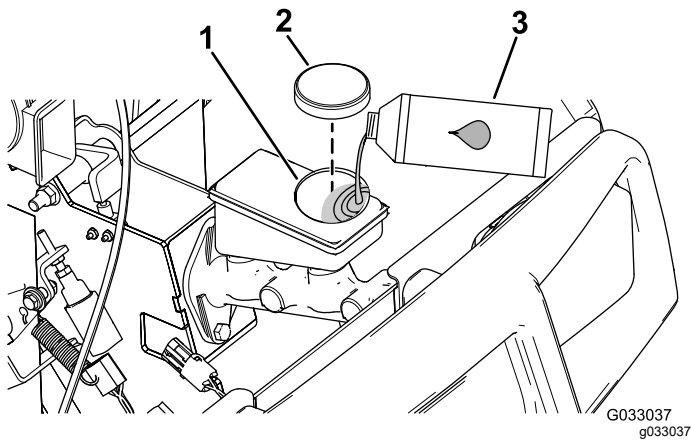

Bild 17
2. Heben Sie die Haube an, um den Hauptbremszylinder und den Behälter zugänglich zu machen (**Bild 17**).
- A. Reinigen Sie den Bereich um den Behälterdeckel und nehmen den Deckel ab (**Bild 17**).
- C. Schrauben Sie den Behälterdeckel wieder auf (**Bild 17**).